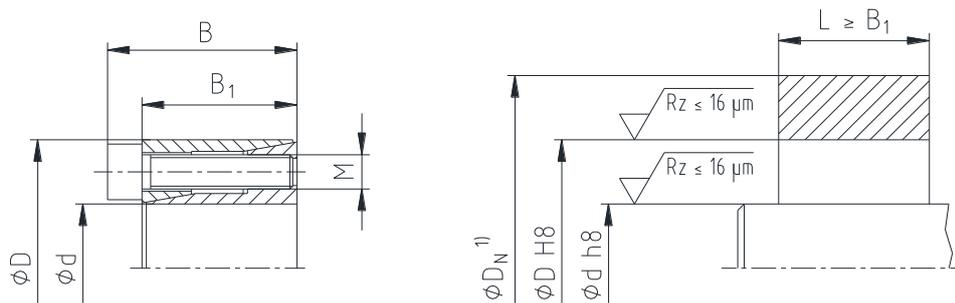

Bild 1: Abmessungen CLAMPEX® KTR 105
- Prüfen Sie Wellen- und Nabensitz auf vorgeschriebene Toleranz (siehe Bild 1).